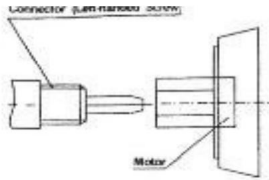

fig.3
7. Låt dem vara på lämplig plats när motorn är ansluten till vibreringshuvudet. Skruva fast kontakten till det vibrerande huvudet på motorn (som fig.3).